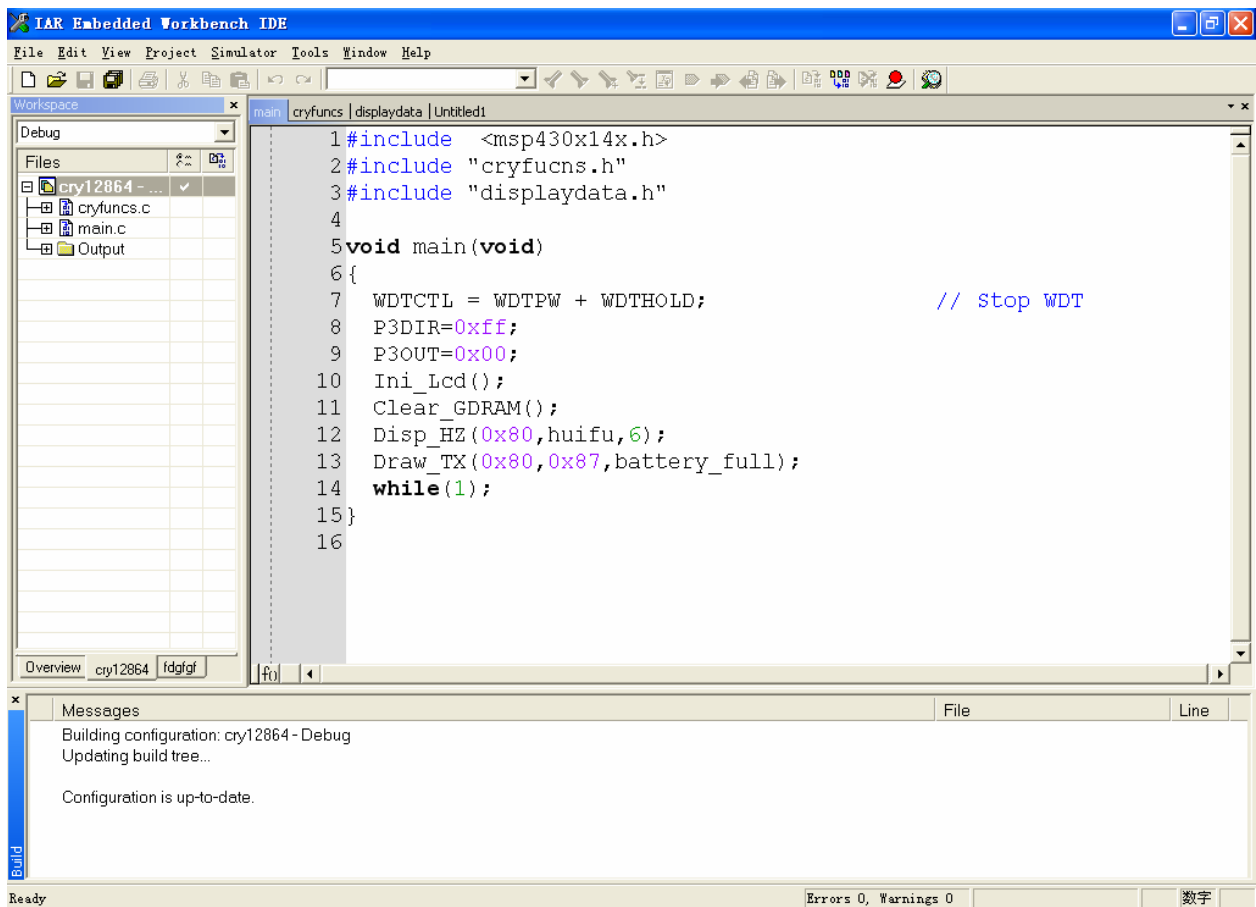

图 2.11
15、创建通过以后，就可以进入调试阶段了。选择 Project>Debug 或者单击工具栏中的  图标按钮就可以进入调试界面了。下面的图 2.11 是编辑界面整个项目创建连接成功以后的截图；图 2.12 是进入调试界面以后的截图。